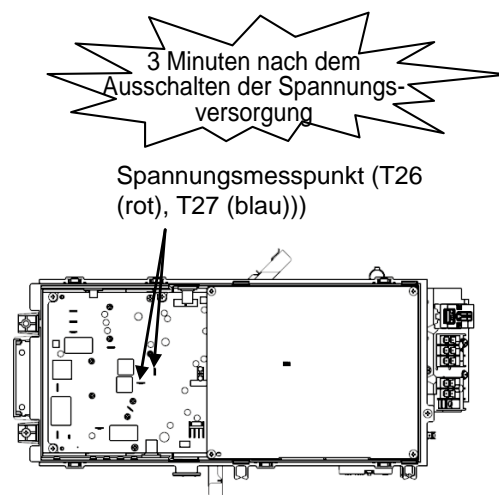

Abb. 2 Position des Anschlusses
(Unbedingt die Spannung (DC) zwischen T26 und T27 an der Inverterplatine messen und kontrollieren, dass die Spannung ausreichend entladen wurde (maximal 10 V). (Siehe Abb. 2.))